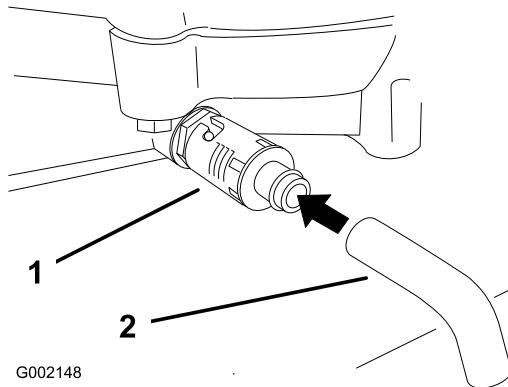

Figura 25
4. Coloque um recipiente debaixo do orifício de escoamento de óleo. Rode a válvula de drenagem de óleo para deixar o óleo drenar (Figura 25).